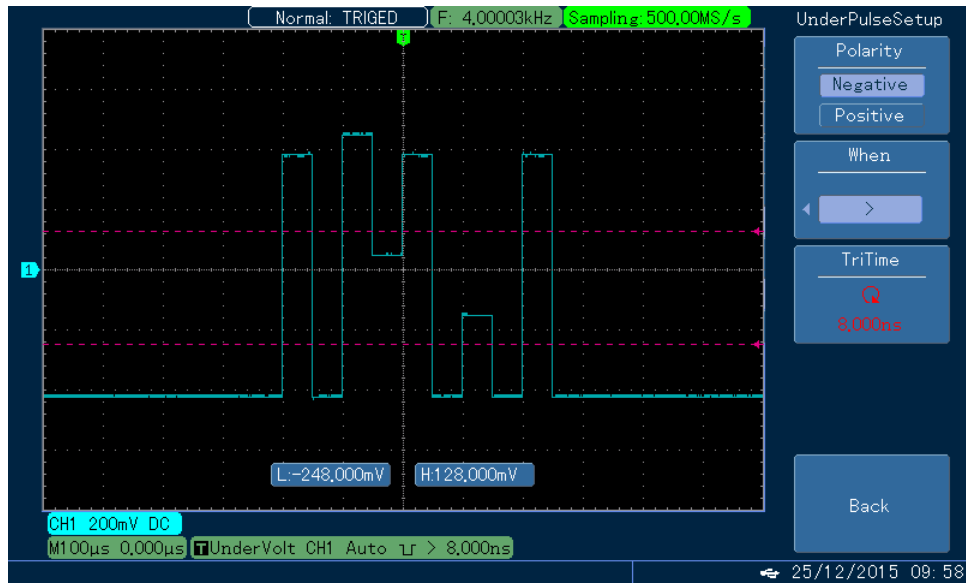

Fig. 3-13 Less Amplitude Pulse Trigger (음 극성)
4. 출력 조건 설정 : **F5** 를 눌러 "Pass/Fail" 메뉴의 첫 페이지로 돌아갑니다. 그 후 **[F2]**를 눌러 "Pass / Fail"포트 (오실로스코프 본체 뒤에 위치)와 Fail 시 부저 출력을 위한 판단 조건을 설정하십시오. 그런 다음 "Pass / Fail" 메뉴에서 **[F1]**을 누르면 Fig 3-13 과 같이 "Detection"상태가 열립니다.